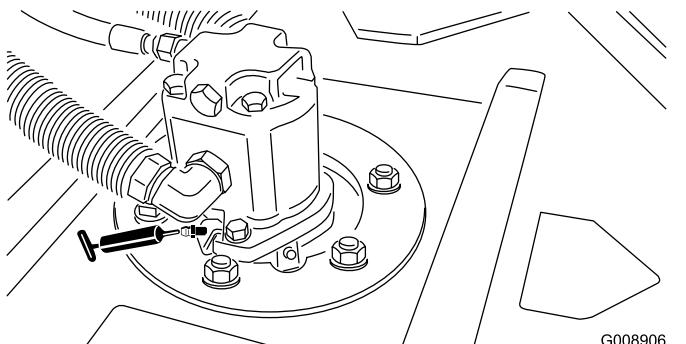

図 37
- カッティングユニットのスピンドルシャフトのベアリングユニット2台に1ヶ所—**図 37**